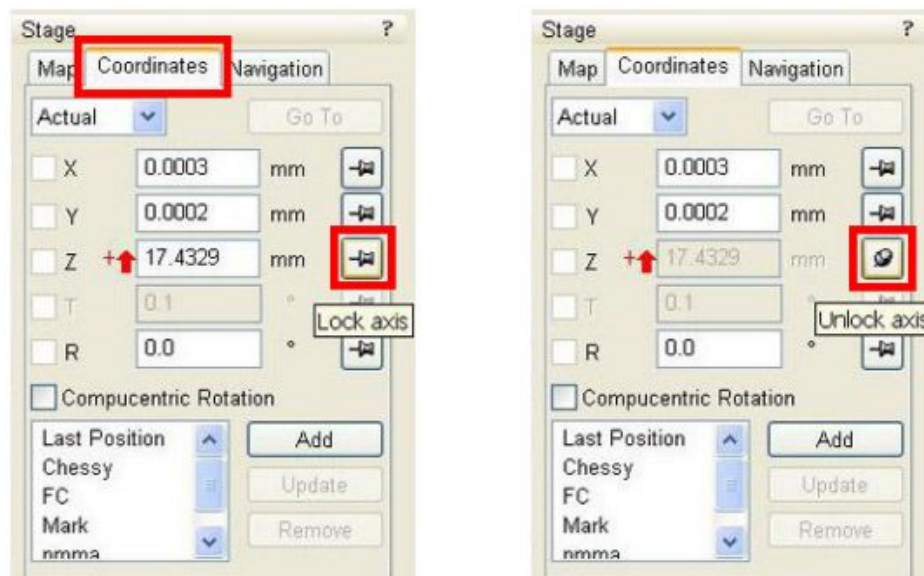

Figura 12. Indicação para travar o campo manual de inserção de altura.
- ✓ Após o ajuste de altura do porta-amostra (aba “Beam Control”, módulo “Stage”, aba “Coordinates”), trave o campo de inserção manual para a altura do Estágio, para isso, aperte o botão mostrado pelo quadrado na figura 12.